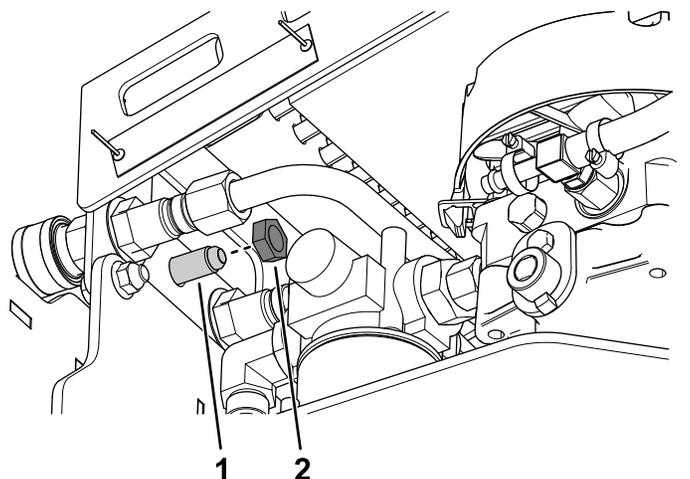

Figure 2
2. Fixez le raccord de traversée sur la protection du refroidisseur à l'aide de l'écrou de blocage retiré précédemment (Figure 2).